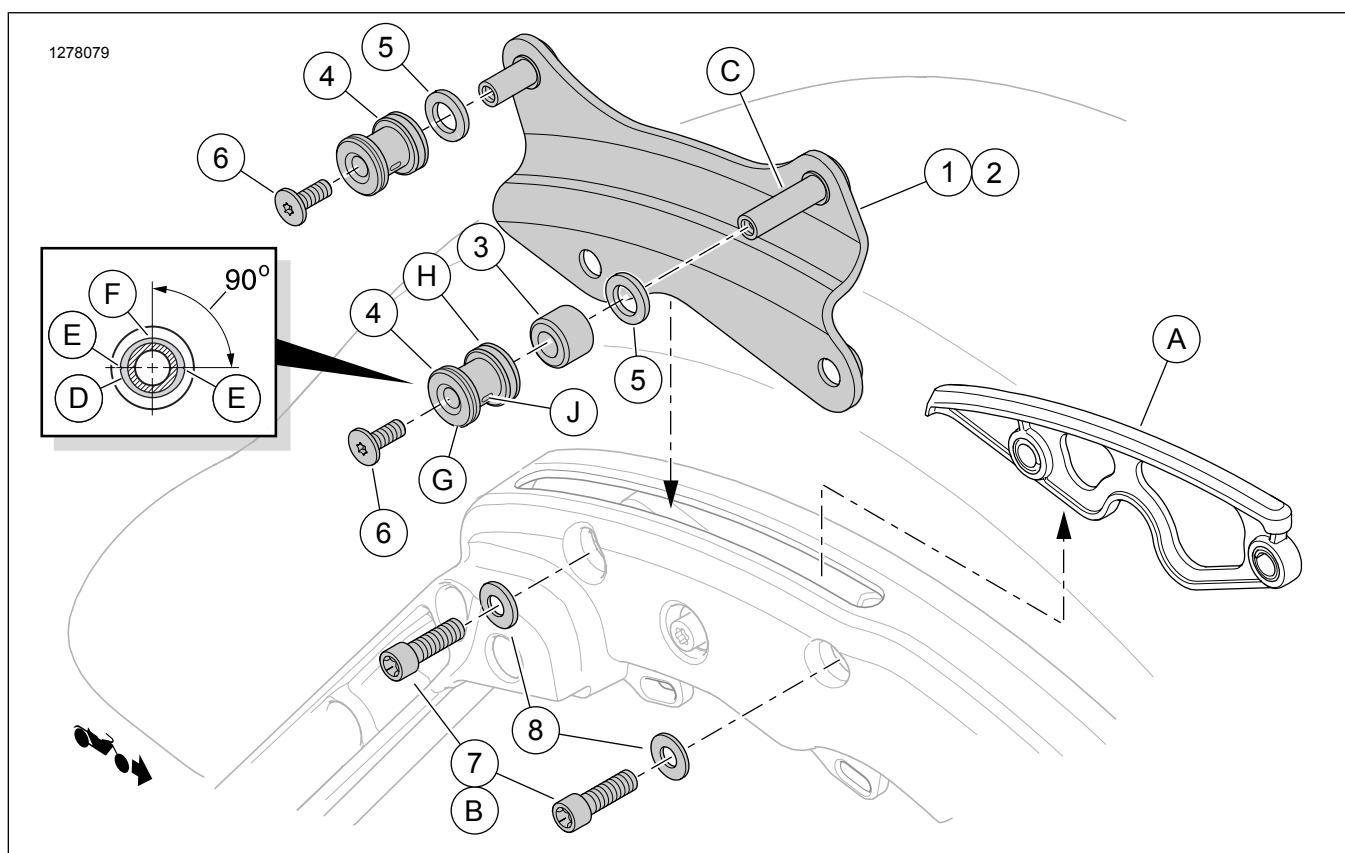
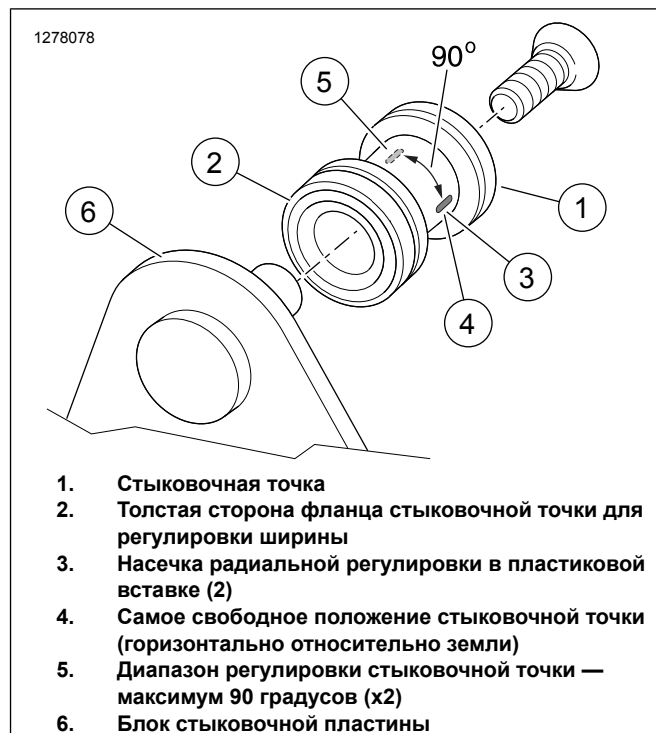

Рисунок 1. Содержимое комплекта Крепежный комплект съемной регулируемой стыковочной точки в 4 позиции
Рисунок 2. Установка стыковочной точки
- См. Рисунок 1 . Удалите два винта (B) с опоры кофра на каждой стороне.
- Приподнимите вставки на крышку с прорезью (A).
См. Рисунок 1 . Не устанавливайте проставки для регулировки ширины (5) на данном этапе.
- Установите проставку (3) на длинный штифт (C) каждой стыковочной пластины.
- Установите стыковочную точку (4), **толстым** фланцем (H) вперед, на каждый штифт стыковочной точки.
- Установите винты (6) на штифты стыковочной точки.
- См. Рисунок 2 . Поверните каждую стыковочную точку, чтобы расположить насечки горизонтально (4).
См. Рисунок 2 .
- б. См. Рисунок 1 . Снимите винт (6) и стыковочную точку (4) со всех четырех штифтов стыковочной пластины.
- г. Нанесите 2–3 капли резьбового фиксатора на резьбу (6). Установите винты.
- е. См. Рисунок 2 . Поверните каждую стыковочную точку, чтобы расположить насечки горизонтально (4). Затяните винты до упора.
- а. См. Рисунок 1 . Снимите все компоненты со всех четырех штифтов стыковочной пластины.
- б. Установите проставки для регулировки ширины (5) на каждую стыковочную точку.
- в. Установите проставку (3) на длинный штифт (С) каждой стыковочной пластины.
- е. Нанесите 2–3 капли резьбового фиксатора на резьбу (6). Установите винты.
- ф. См. Рисунок 2 . Поверните каждую стыковочную точку, чтобы расположить насечки горизонтально (4). Затяните винты до упора.
- а. Ослабьте винты (6).
- б. См. Рисунок 2 . Поверните стыковочные точки (1) немного дальше от горизонтали (4).
- г. Продолжайте слегка поворачивать по вертикали (5) от горизонтали (4), пока не будет достигнута плотная посадка в каждом положении.
5. См. Рисунок 1 . Закрепите винты штифтов стыковочной пластины (6). Затяните.